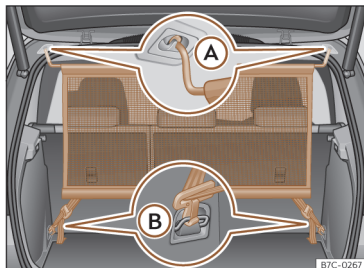

Fig. 164 Rede de separação montada.
• Engate a rede de separação do alojamento esquerdo do teto >>> **Fig. 164 (A)**. Certifique-se de puxar a haste transversal para baixo além da posição superior.
• Engate a rede de separação no alojamento direito do teto, comprimindo a vareta transversal >>> **Fig. 164 (A)**.
• Engate os dois ganchos da rede de separação nas argolas de fixação da bagageira >>> **Fig. 164 (B)** e tensione bem os cintos de fixação.